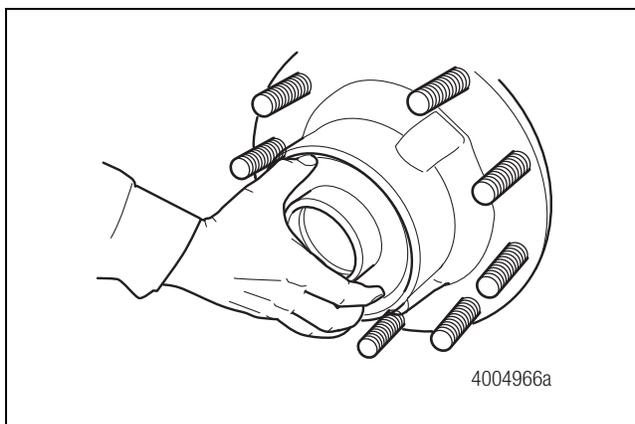

Figura 3.31
6. Instale la arandela interna, si la hay. Figura 3.31.